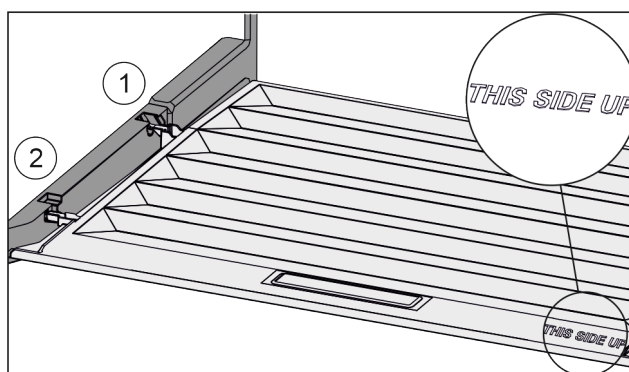

Fig. 34
- Inserire le nervature del coperchio attraverso l'apertura del supporto posteriore Fig. 34 (1) e innestare anteriormente nel supporto Fig. 34 (2).